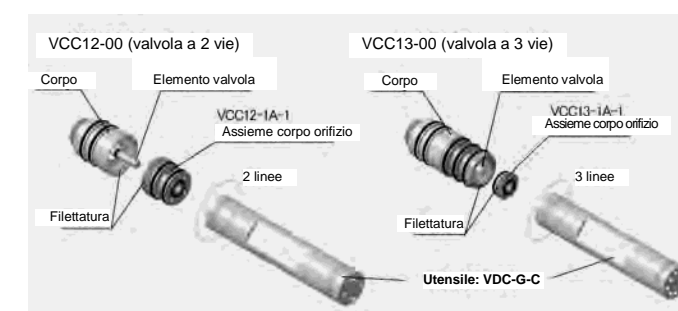

Figura 13
- Svitare e smontare l'assieme corpo orifizio dal corpo della valvola mediante l'utensile VDC-G-C e assicurarsi di usare l'estremità adeguata a seconda del tipo di valvola. Vedere Figura 13